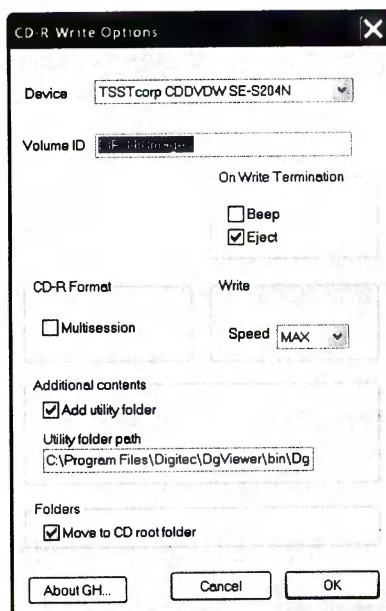

Рисунок 153
– теперь можно открыть меню вариантов записи (**Опции**) и установить следующие параметры (см. рисунок 153):